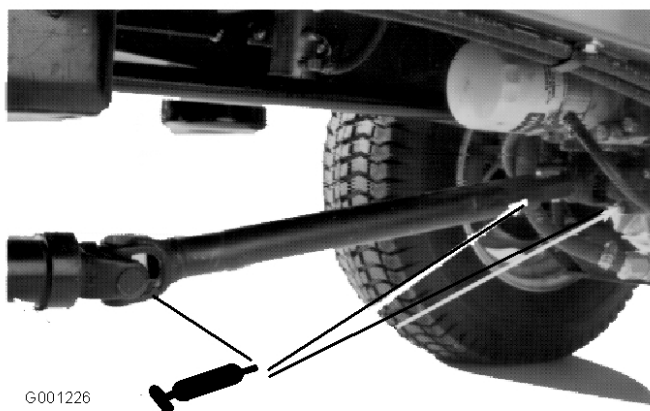

Figura 43
- Árbol de transmisión (3) (Figura 43).